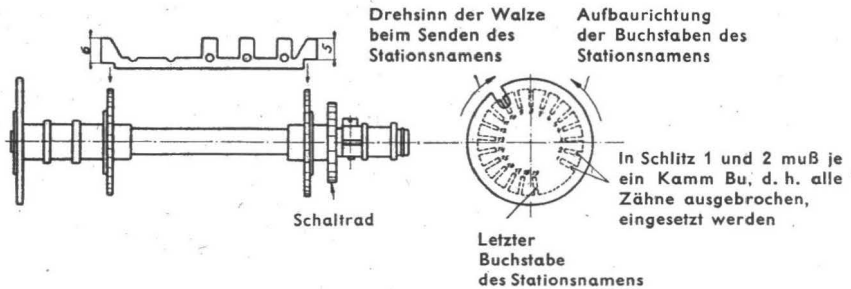

Bild 19
- e) Die Bestückung der Namengeberwalze erfolgt nach Bild 19. Die 5 mm hohen Kanten der Wählkäme müssen auf der Seite des Schaltrades liegen. Die Käme werden in folgender Reihenfolge eingesetzt:
In den 3. Schlitz (bei Verkehr mit Blattschreibern in den 5. Schlitz) wird der Kamm für den ersten Buchstaben für den Namentext eingesetzt. Die übrigen Kämmen für den Namentext werden fortlaufend in die nächsten Schlitze gelegt. Die dann noch freien Schlitze werden mit Kämmen für Buchstabenwechsel und mindestens mit einem Kamm für Zwischenraum ausgefüllt. Aufbaurichtung siehe Bild 19.